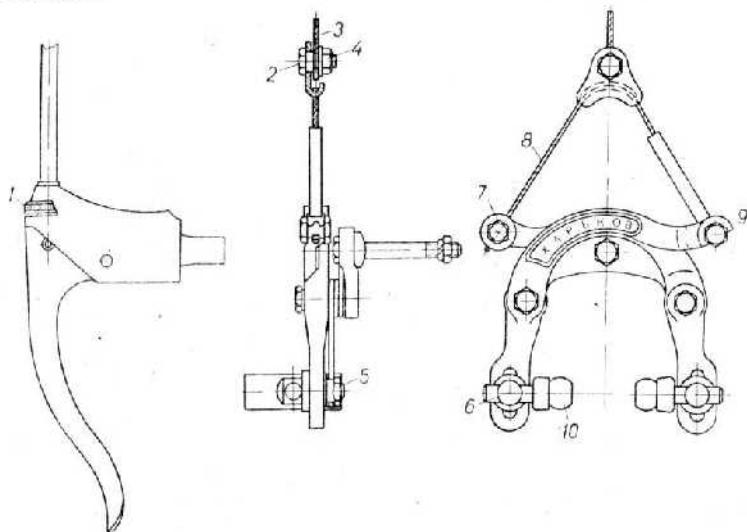

Рис. 16. Ручной тормоз
1. Гайкой 1 шуцер вворачивается внутрь до упора (рис. 16).